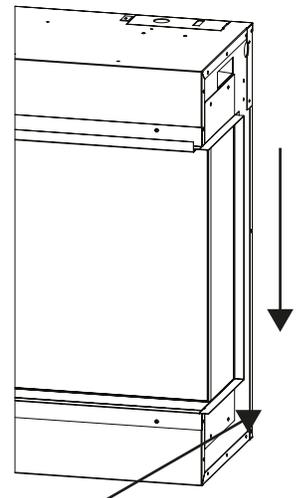

Figure 1.2
5. Pousser la vitre vers l'arrière aussi loin que possible pour faciliter l'installation de la vitre avant. Voir la figure 1.2.